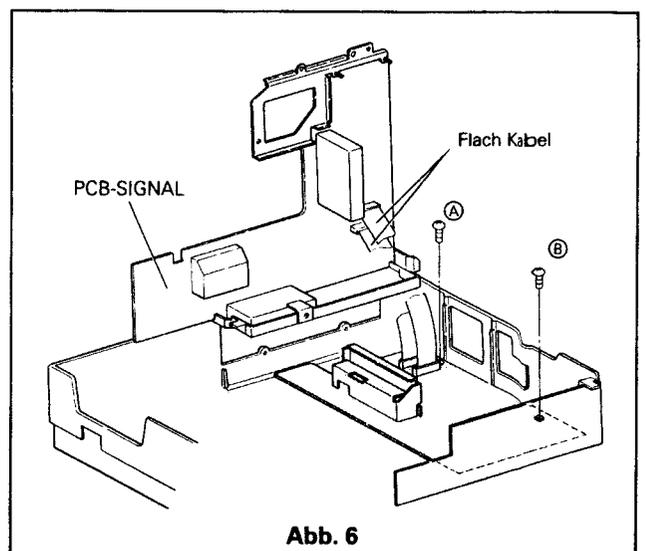

Abb. 6
3. Nach dem Lösen der beiden Schrauben (A) und (B) kann die Platine entfernt werden. (Siehe Abb. 6)